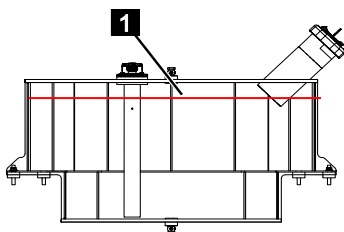

Fig. 168
5. Remplir le réservoir de carburant au maximum jusqu'au niveau indiqué (Fig.168/1).